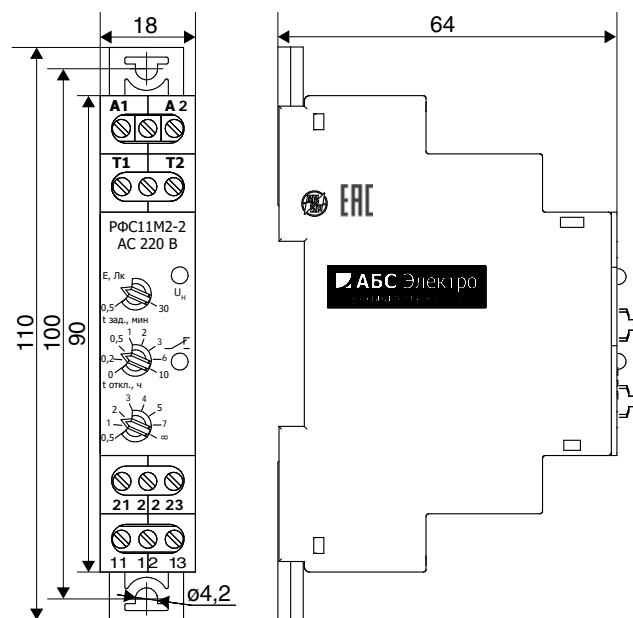

Рисунок 2. Реле с креплением винтами
- винтами, на панель (**рисунок 2**).